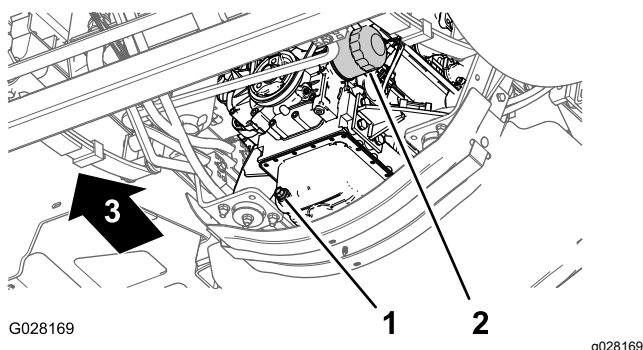

Figure 68
3. Placez un bac de vidange sous le filtre à huile moteur (Figure 68).
4. Retirez le filtre à huile usagé (Figure 68).
8. Posez le filtre à huile sur l'adaptateur et vissez le filtre dans le sens horaire jusqu'à ce que le joint en caoutchouc touche l'adaptateur, puis serrez encore le filtre de 1/2 tour (Figure 68).
1. Placez un bac de vidange sous le bouchon de vidange (Figure 68).
2. Enlevez le bouchon de vidange (Figure 68) pour permettre à toute l'huile de s'écouler.